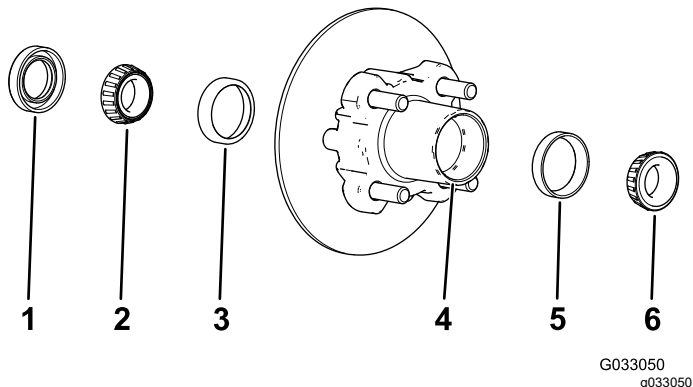

Figura 29
1. Rimuovete il cuscinetto esterno e il relativo anello dal mozzo (Figura 29).
2. Rimuovete la guarnizione e il cuscinetto interno dal mozzo (Figura 29).
5. Pulite la cavità del mozzo da tutto il grasso, la sporcizia e i detriti (Figura 29).
7. Riempite la cavità del mozzo per il 50–80% di grasso specificato (Figura 29).
8. Montate il cuscinetto interno sull'anello sul lato interno del mozzo e montate la guarnizione (Figura 29).